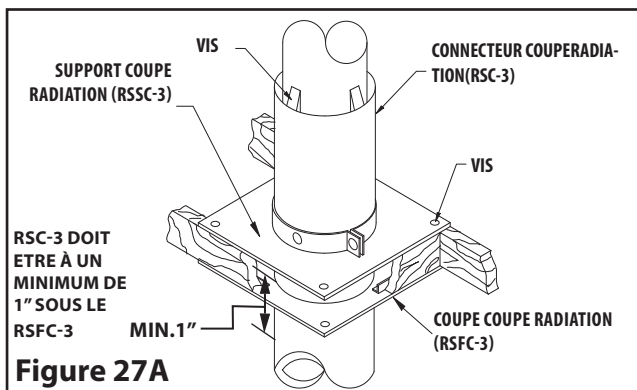

Figure 27A
- Étape 5. Au niveau du plafond, par le dessous, installez un Coupe Feu Coupe Radiation (RSFC-3). (Voir **Figure 27A**).
- Étape 6 : Au niveau du plafond, par le dessus, installez un Connecteur Coupe Radiation (RSC-3) et un Support Coupe Radiation (RSSC-3), assemblés entre eux mais sans les serrer. (voir **Figure 27A**).
- Étape 7: Faire glisser le connecteur vers le bas jusqu'à ce que le bas du tube isolé dépasse le dessous du plafond. Ajuster la hauteur de manière à ce qu'un minimum de 1 po du connecteur de coupe radiation dépasse sous le plafond (voir **Figure 27A**).